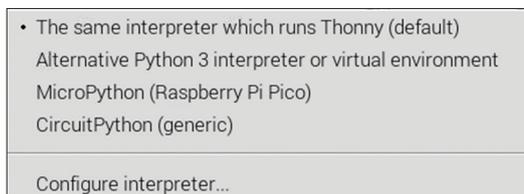

Bild 2.8: Auswahl des Raspberry Pi Pico.
- Um **MicroPython (Raspberry Pi Pico)** auszuwählen, klicken Sie wie in Bild 2.8 gezeigt.